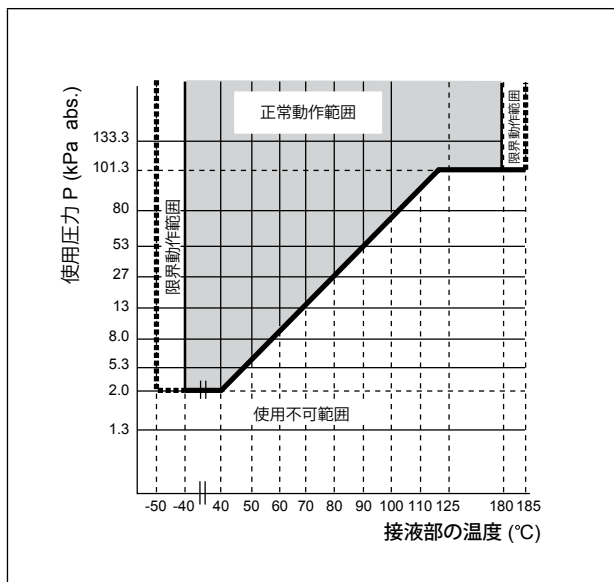
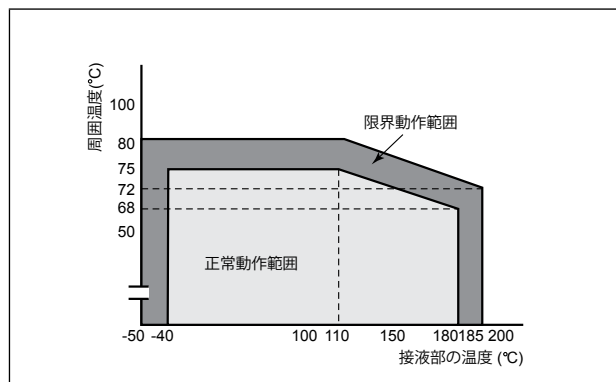
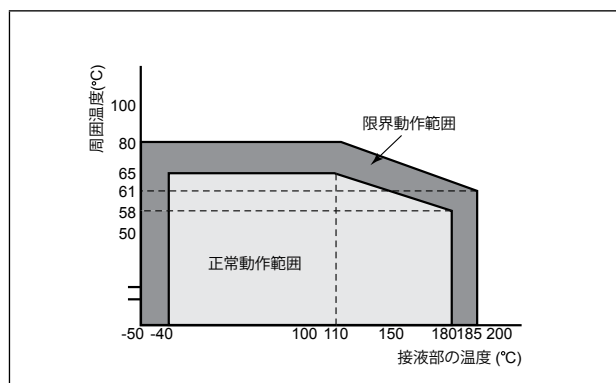

図 C-9. 接液部の使用圧力と温度（一般用）
図 C-13. 周囲温度と接液部温度（一般用）
図 C-14. 周囲温度と接液部温度（一般用）
*1 図 C-9 ~ C-11 の接液部の使用圧力と温度を参照してください。
* 1 図 C-9 ~ C-11 の接液部の使用圧力と温度を参照してください。
注： 一般用の封入液を使用する場合、条件が図 C-9、図 C-13 および図 C-14 に合致しているか確認してください。